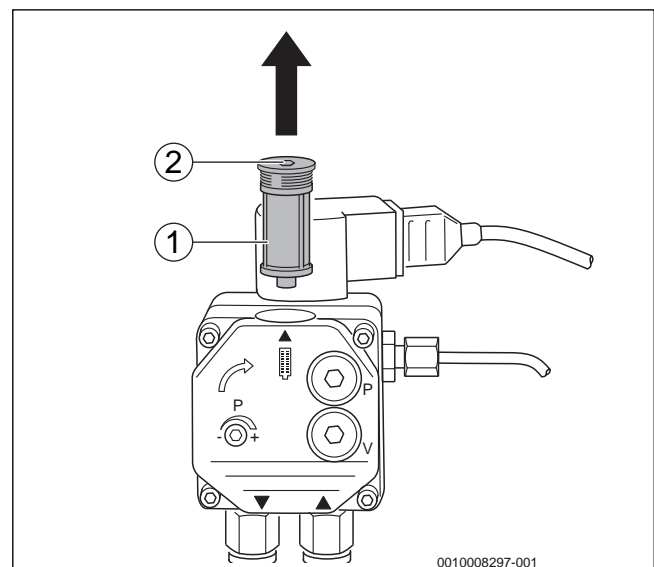

Рис. 29 Проверка фильтра – топливный насос Danfoss
- ▶ Отверните расположенный сверху винт с внутренним шестигранником (→рис. 29, [2]).
- ▶ Выньте вверх фильтр топливного насоса (→рис. 29, [1]).
- ▶ Очистите промывочным бензином фильтр топливного насоса (→рис. 29, [1]), если требуется замените его и установите в топливный насос.